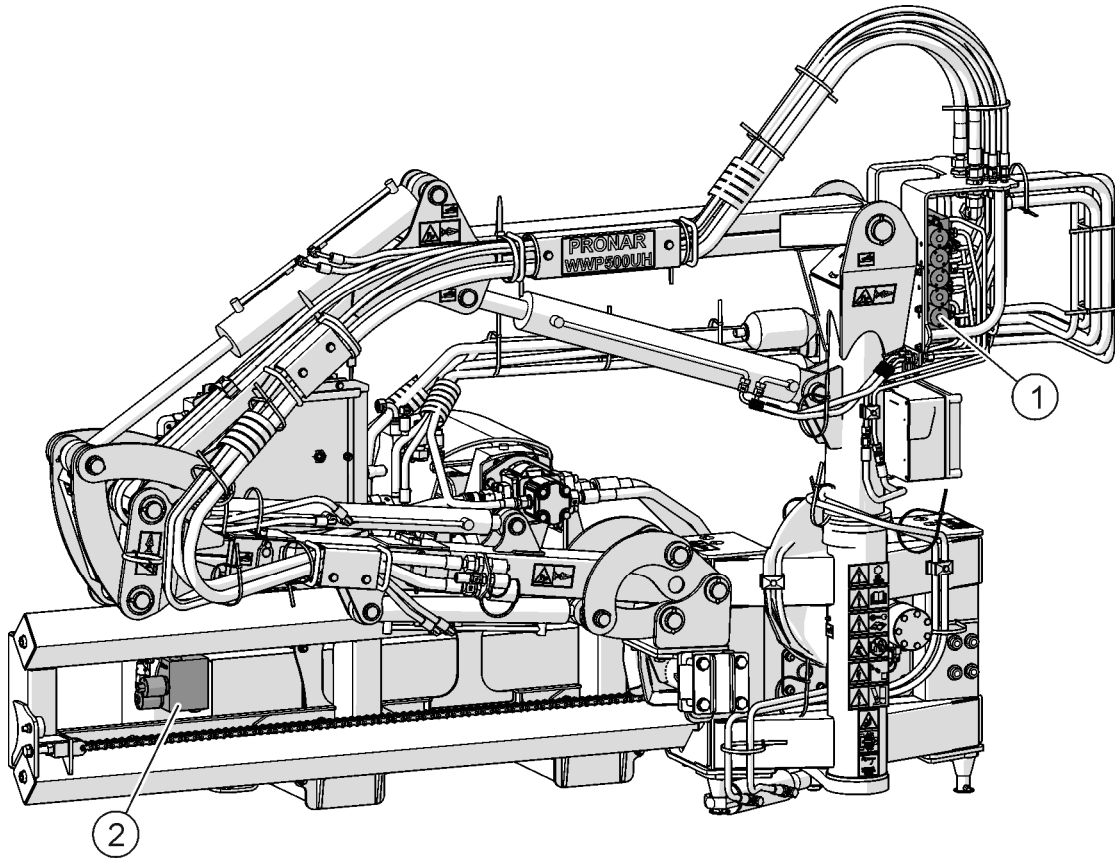

FIGURA 5.4 Distributorii electrohidraulici
(1)- distributori electrohidraulici ale cilindrilor la brațe sistemului portant; (2)- distributori hidraulici ale motorului hidraulic a capului de lucru.
Distributorul electrohidraulic (1) (FIGURA 5.4) este utilizat pentru a controla cinci cilindri hidraulici ai sistemului de sprijin. Distributor cu o secție (2) este utilizat pentru pornirea motorului hidraulic a capului de lucru. Controlarea distribuitoarelor este realizată cu ajutorul panoului de comandă din interiorul cabinei al suportului de unelte. Verificați zilnic starea etanșeității conexiunilor distributorului.